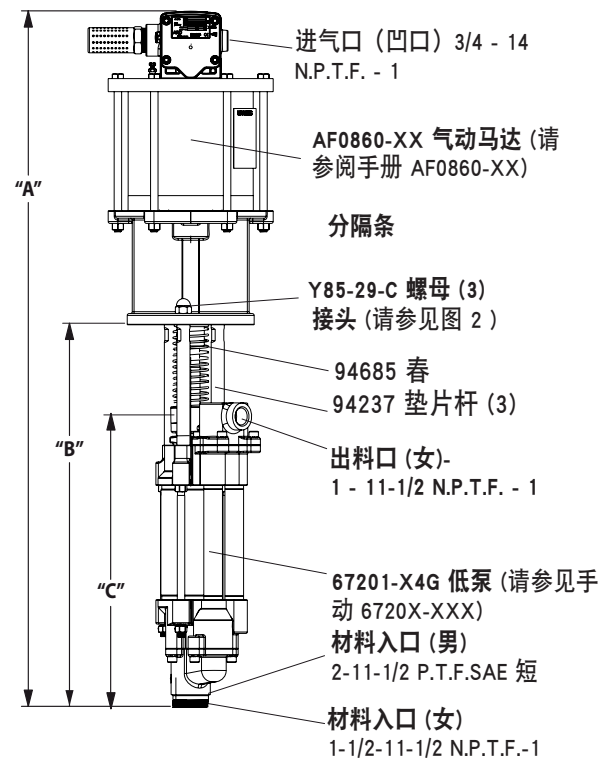

图 1
2. 从三个垫片棒删除三个螺母（Y85-29-C）（见图 1）。